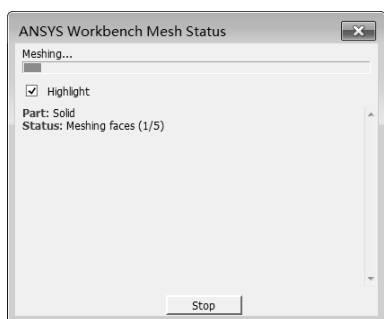

图 3-66 网格划分进度栏
Step19 : 此时会弹出如图 3-66 所示的网格划分进度栏，其中显示出网格划分的进度条。